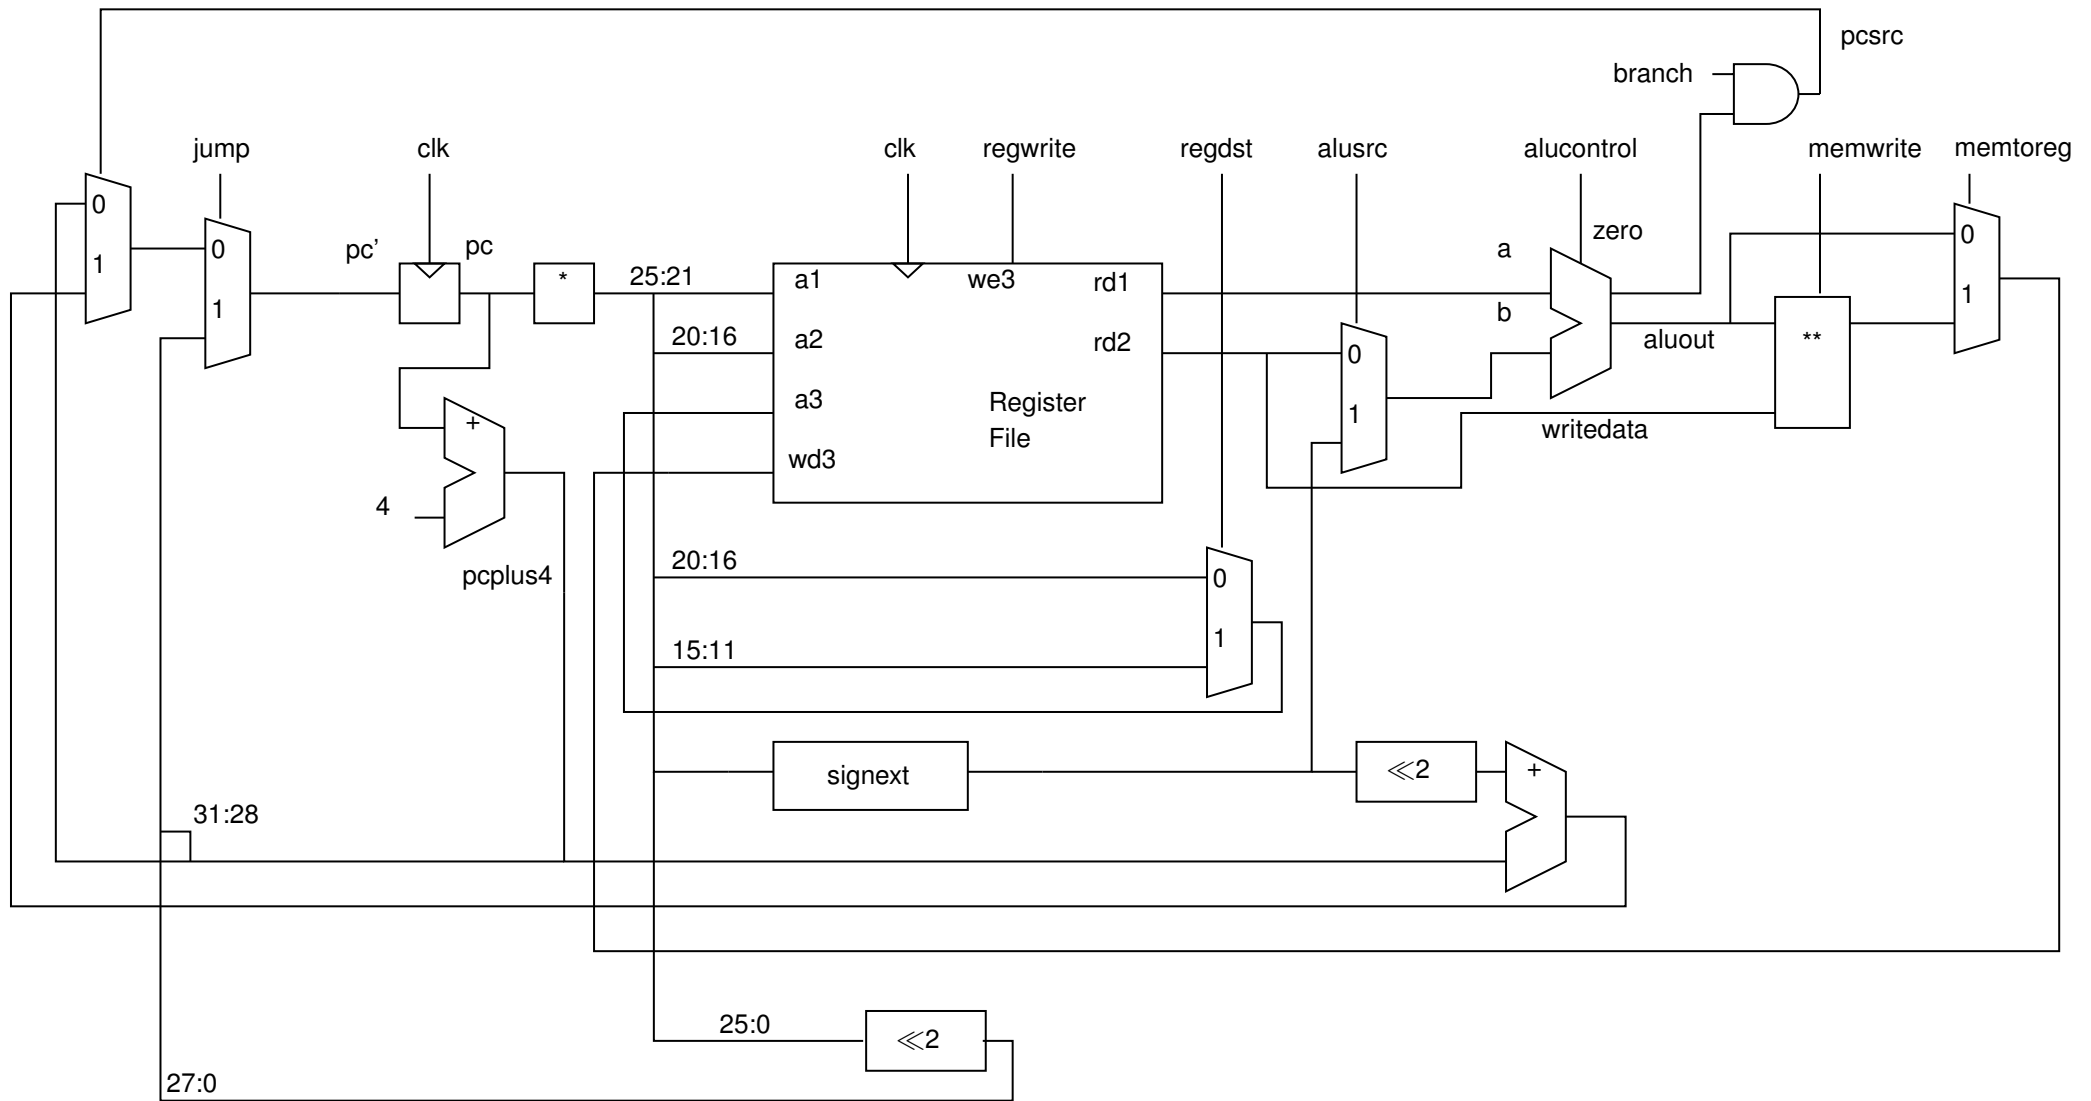

Abbildung 9: Jump-fähiger MIPS-Datenpfad
Bei einer Jump (j) Instruktion nimmt der PC den Wert an, der in den Bits 25:0 spezifiziert ist. Der 26-Bit lange Wert wird vorher um zwei Stellen nach links geschoben. Jetzt fehlen für eine komplette Adresse noch 4 Bit. Die werden aus den vier höchstwertigsten Bits von dem Wert PC+4 übernommen. Der jump-fähige MIPS-Datenpfad ist in Abbildung 9 dargestellt.
In der Datei *datapath.vhdl* wurden die Komponenten des Datenpfades bereits zusammengesetzt. Dort findet ihr auch zu jeder Komponente eine Zahl in eckigen Klammern (z.B. [7] für *rf: regfile*). In Abbildung 9 fehlen auch noch die Beschriftungen der Verbindungen.
- (8 Punkte) Tragt die Zahlen in eckigen Klammern in der Datei *datapath.vhdl* an die zugehörigen Komponenten in Abbildung 9 (z.B. eine [7] in die Register File Komponente) ein. Vervollständigt zudem die Beschriftung der Verbindungen in Abbildung 9. Schaut dazu auch in die Datei *datapath.vhdl*. Es wurden z.B. schon *pcplus4*, *writedata*, *zero* und *aluout*, sowie alle Kontrollsignale (außer für Speicher) eingetragen. Es fehlen noch: *pcjump*, *pcnext*, *pcnextbr*, *pcbranch*, *signimm*, *signimmsh*, *srca*, *srcb*, *result*. Tragt diese auch in Abbildung 9 ein.